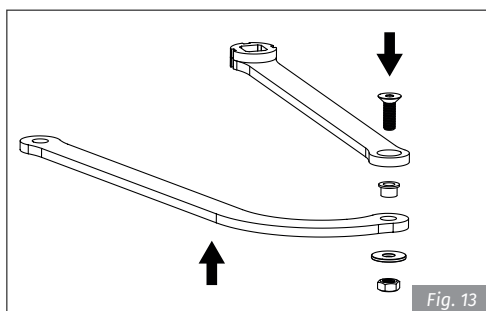

Fig. 13
• En caso de que sólo instale un motor y el brazo no esté en la posición correcta, puede cambiarlo fácilmente de dirección siguiendo las indicaciones de la Fig 13.